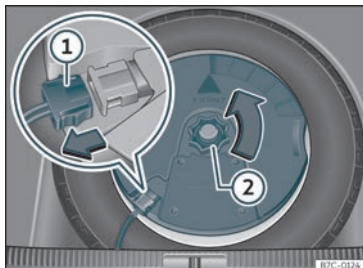

Fig. 269 Al maleter: desmuntar el subwoofer.
- Desconnecteu el cable de l'altaveu subwoofer »» fig. 269 ①.
- Gireu la rodeta de fixació en sentit contrari a les agulles del rellotge »» fig. 269 ②.